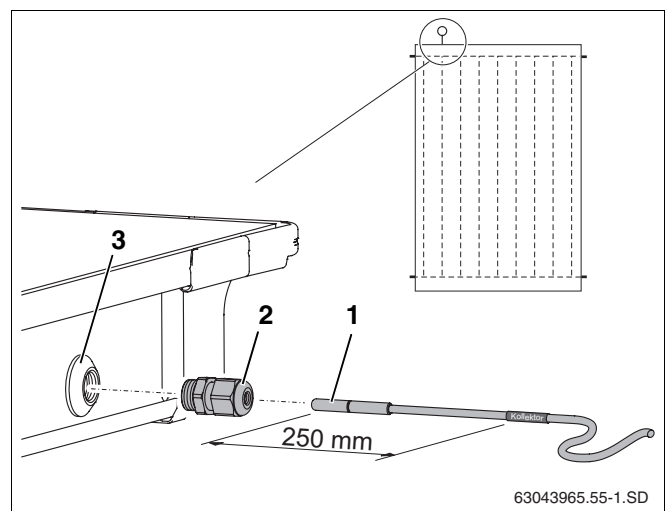

Fig. 54 Inserimento della sonda del collettore nel collettore
Per una perfetta efficienza dell'impianto solare è necessario infilare completamente la sonda del collettore (fig. 54, **pos. 1**) fino alla battuta d'arresto (ovvero per ca. 250 mm). In dettaglio:
- ▶ Perforare la membrana isolante nel pozzetto per la sonda del collettore (fig. 54, **pos. 3**) con la sonda stessa o con un cacciavite.
- ▶ Avvitare il raccordo a bicono (fig. 54, **pos. 2**) nel pozzetto per la sonda.
- ▶ Serrare a fondo il filetto nel pozzetto ed il dado presso la sonda (fig. 54, **pos. 2**).
Se per errore è stato perforato il pozzetto (fig. 54, **pos. 3**) di un collettore sbagliato, tale pozzetto dovrà essere chiuso con il tappo del kit di allacciamento. Prima però è necessario rimuovere il filetto femmina situato dentro il pozzetto con l'ausilio del dado a bicono (fig. 54, **pos. 2**).